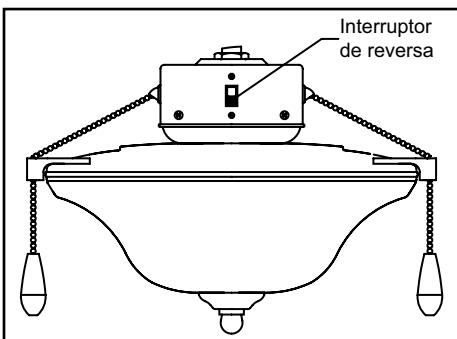

Figura 16
2. La mayoría de los problemas de oscilación del ventilador se deben a que las aspas no están a un mismo nivel. Verifica este nivel seleccionando un punto en el techo sobre la punta de una de las aspas. Mide desde un punto en el centro de cada aspa a un punto en el techo. Mide esta distancia como se muestra en la Figura 16. Rota el ventilador hasta que se posicione la siguiente aspa para su medición. Repite para cada aspa. Las mediciones deben estar dentro de  $1/8"$ . Enciende el ventilador por 10 minutos.
Clima fresco - (Reversa) Un flujo de aire hacia arriba mueve el aire caliente lejos del techo como se muestra en la Figura 16. Esto te permite fijar tu unidad de calefacción en una configuración más baja sin afectar tu comodidad.